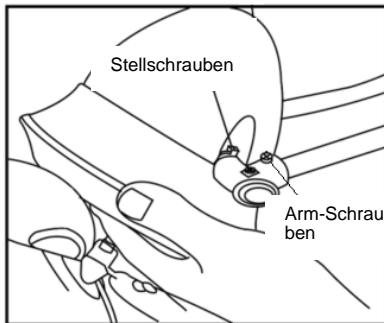

Abb. 8
- Lösen Sie die beiden Stellschrauben auf beiden Seiten des Motors (Abb.8).